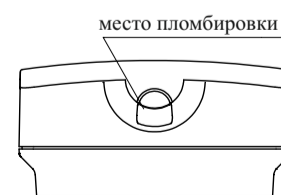

Рисунок 3
6.13 Конструкция УДП предусматривает возможность его пломбирования (Рисунок 3) любым пластичным, легко разрушаемым материалом. Место пломбирования указано на рисунке 3.